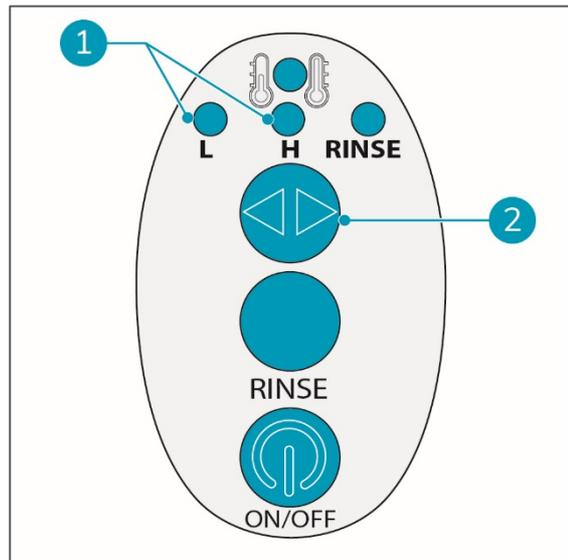

Figura 15
1. Prima o botão seletor Low/High (baixo/alto) da bomba (figura 15, posição 2).
2. Verifique o indicador de velocidade da bomba (figura 15, posição 1).